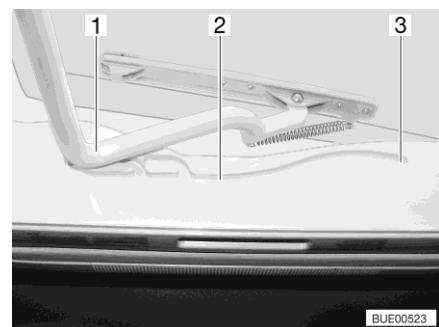

Fig. 112 Guía (claraboya Heki)
- Tirar el estribo (Fig. 112,1) en las guías (Fig. 112,2) hasta la posición trasera final (Fig. 112,3).
- Empujar el estribo (Fig. 112,1) ligeramente hacia arriba con ambas manos.
- Tirar el estribo en las guías (Fig. 112,2) hasta la posición deseada.